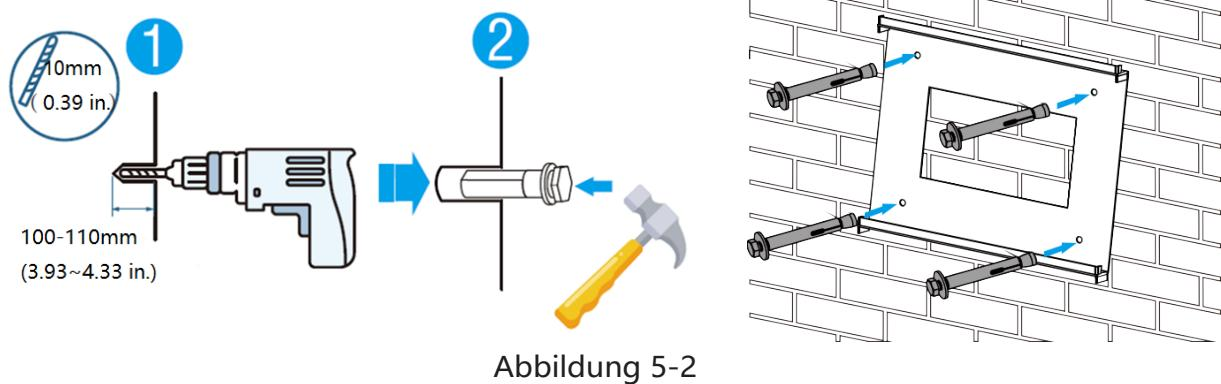
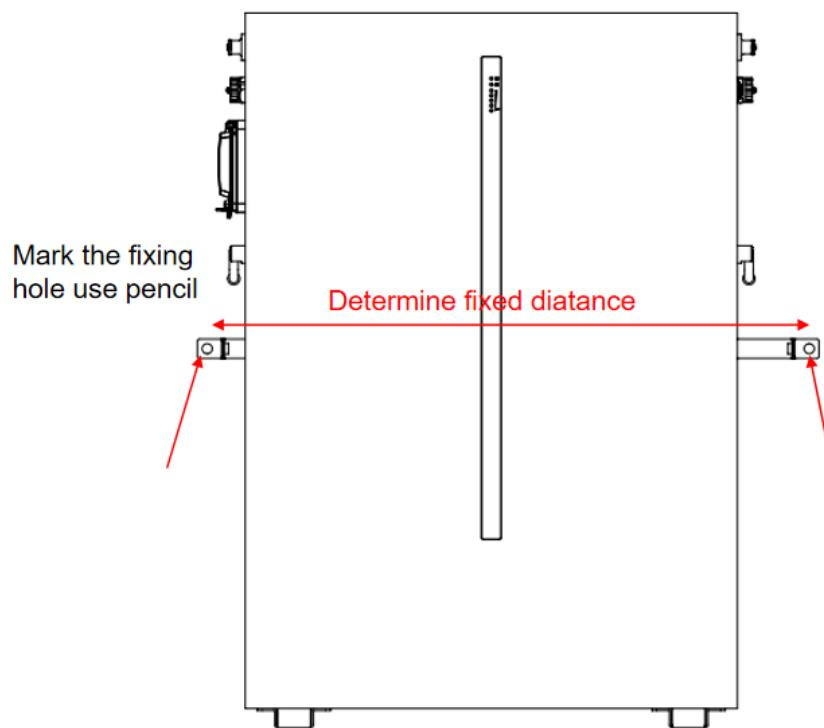

Abbildung 5-2
Abbildung 5-5
b) Wählen Sie den empfohlenen Bohrkopf (Abbildung 5-2) und bohren Sie 4 Löcher von 100 mm - 110 mm Tiefe in die Wand.
c) Befestigen Sie die Aufhängeplatte mit einem geeigneten Hammer an der Wand und setzen Sie die Dehnschrauben in die Löcher ein, wie in Abbildung 5-2 dargestellt.
b) Stellen Sie die Batterie seitlich an die Wand und markieren Sie die Position des Befestigungslochs. Wählen Sie den empfohlenen Bohrkopf (wie in der Abbildung unten gezeigt) und bohren sie 2 Löcher von 100 - 110 mm Tiefe in die Wand, wie in Abbildung 5-2 und Abbildung 5-5 gezeigt.
- c) Befestigen Sie die Batterie mit einem geeigneten Hammer an der Wand und setzen Sie die Dehnschrauben in die Löcher ein, wie in Abbildung 5-2 dargestellt.